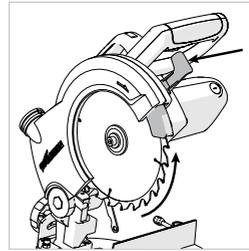

Abb. 25
- Den Verriegelungsschalter (a) für den unteren Sägeblattschutz drücken und den unteren Sägeblattschutz (b) nach oben und in den oberen Sägeblattschutz drehen. **(Abb. 25)**